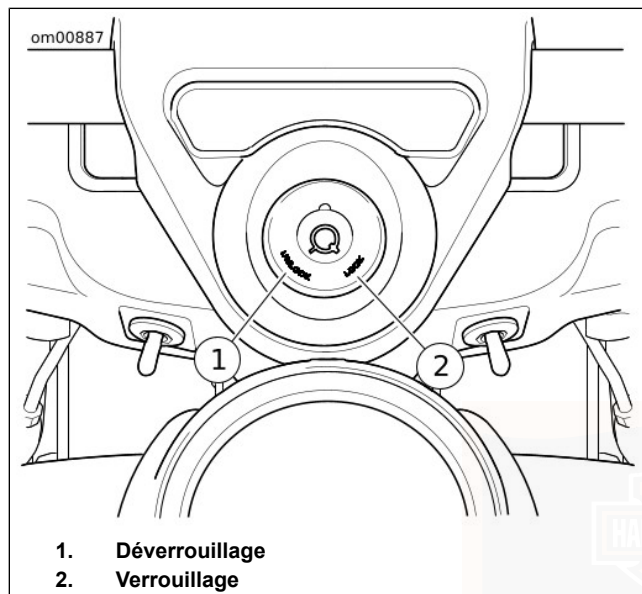

Figure 5. Verrou de fourche : Modèles Road King
FLHR, FLHRC : Voir Figure 5. Le verrou de fourche est situé en haut de la colonne de direction, derrière la nacelle de phare, incorporé dans le couvercle de bride de guidon.
2. Voir Figure 5. Introduire la clé et la tourner dans le sens antihoraire pour la mettre en position verrouillée (LOCK). Retirer la clé.